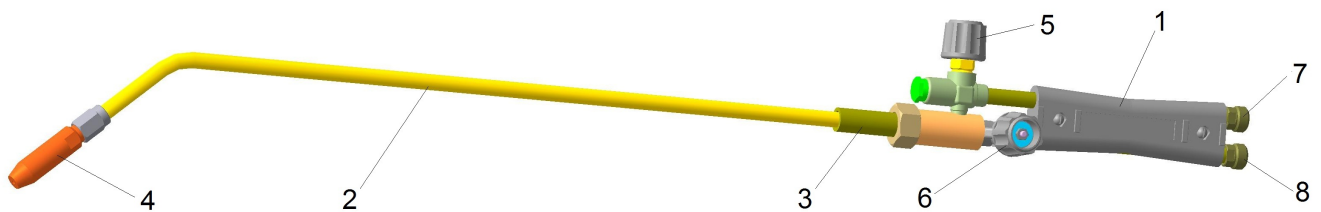

Рис.1 Горелка ГЗ, ГЗУ, ГЗМАФ
4.1 Горелка (рис.1) состоит из ствола 1 и комплекта наконечников 2, присоединяемых к стволу накидной гайкой. Наконечник состоит из смесителя 3 со съемным инжектором, трубки и мундштука 4. Ствол горелки имеет регулировочные клапаны кислорода 5 и горючего газа 6 и присоединительные штуцеры 7 и 8.